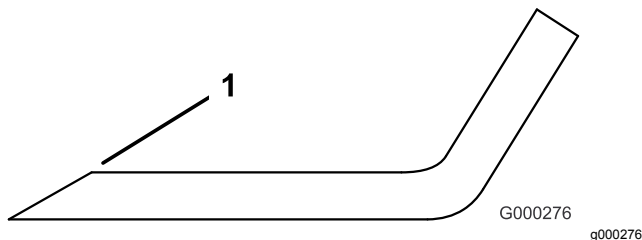

Figura 68
- Utilice una lima para afilar el filo de corte en ambos extremos de la cuchilla (Figura 68). Mantenga el ángulo original. La cuchilla permanece equilibrada si se retira la misma cantidad de material de ambos bordes de corte.